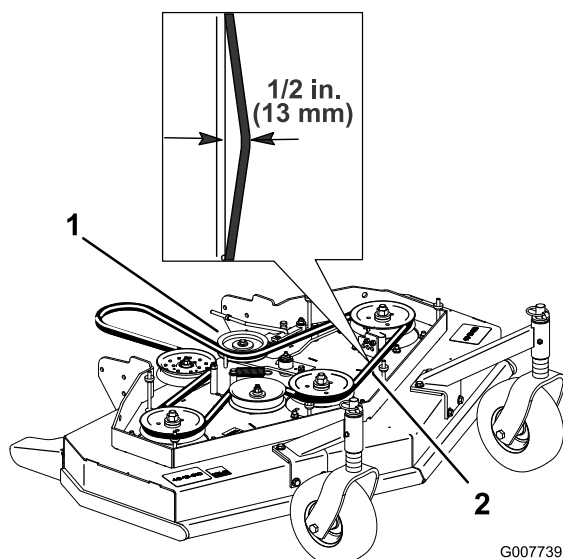

Figure 43
4. Retirez la poulie de tension et la courroie usagée (Figure 43).
Remarque: La tension correcte de la courroie du plateau de coupe est de 44-67 N avec une flèche de 13 mm à mi-chemin entre les poulies (Figure 43).